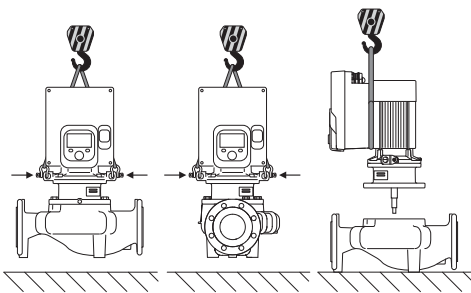

Fig. 6: Heberichtung mit vertikaler Motorwelle
Der Transport der Pumpe ist mit zugelassenen Lastaufnahmemitteln (Flaschenzug, Kran etc.) durchzuführen. Lastaufnahmemittel müssen an den am Motorflansch vorhandenen Transportösen befestigt werden. (Fig. 6, hier dargestellt: Heberichtung mit vertikaler Motorwelle).
2. Einstecksatz (Fig. 4) zur Absicherung mit geeigneten Hebemitteln an den Transportösen befestigen. Damit die Einheit nicht kippt, eine Gurtschleife gemäß Fig. 6 um Motor und Adapter des Elektronikmoduls herum legen. Beim Befestigen eine Beschädigung des Elektronikmoduls vermeiden.